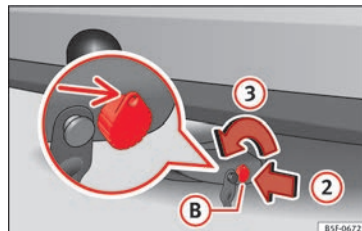

Abb. 234 Schloss entriegeln
- Stecken Sie den Schlüssel **B** in Pfeilrichtung **2** in das Schloss » Abb. 234.